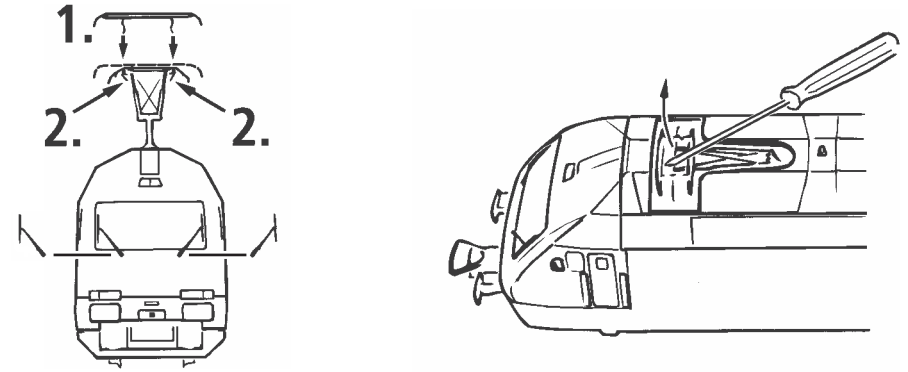
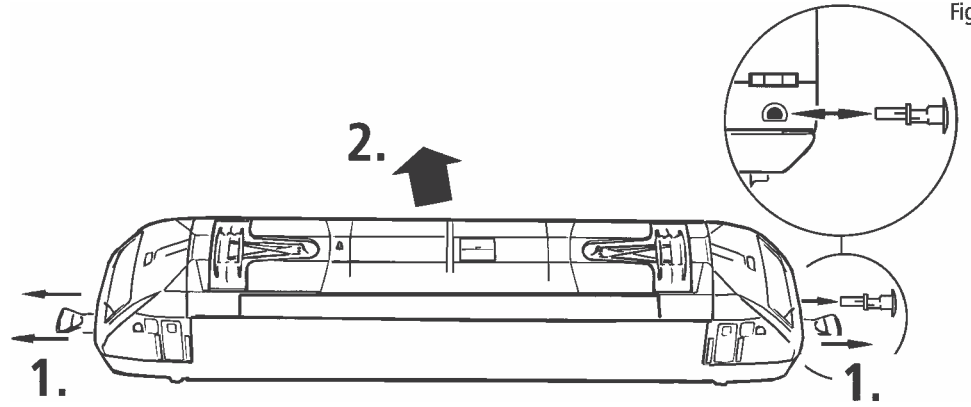

Fig. 3
Fig. 4
Mehrzugbetrieb: Zuerst Lokgehäuse abnehmen (Fig. 3). Danach den Brückenstecker aus der Schnittstelle entfernen (diesen sorgsam aufbewahren). Danach den Stecker des Steuerbausteins lagerichtig einsetzen (siehe Fig. 4).
2. Schmierung: Versehen Sie die im Schmierplan in Fig. 8 gekennzeichneten Stellen mit nur **kleinen Öltropfen**. Dazu zuerst das Lokgehäuse abnehmen (Fig. 3). Wir empfehlen den ROCO **Öler Art.-Nr. 10906**. Fürs Schmieren der Getriebeteile (Zahnräder, Schnecke) empfehlen wir das **ROCO-Spezialfett Art.-Nr. 10905**. Im Falle der Schmierung diese Teile **nicht ölen**.
4. Kohlebürstenwechsel: Lokgehäuse abnehmen (Fig. 3). Danach wird der Motor ausgebaut und die Kohlebürsten ausgewechselt (Fig. 7).
Finally put the plug of the chip into the interface as shown in fig. 4.
2. Lubrication: Apply **tiny oil drops** to spots marked in fig. 8. Prior to lubrication dismantle locomotive (fig. 3). We recommend using item no. **10906, ROCO oiler**. For lubrication the gearparts (e.g. cogwheels, worm) we would recommend our ROCO **special grease** (item no. **10905**).
4. Carbon Brush Changing: First remove loco body (fig. 3), and then the motor (fig. 7).
Drift av flere tog: Fjern bropluggen fra grensesnittet (ta godt vare på). Sett til slutt inn pluggen for kontrollenheten i riktig posisjon (fig. 4).
1. Renhold av hjulstrømkontaktene: Hjulstrømkontakter kan lett bli tilsmusset på urene skinner. Fjern smuss fra punktene som er avmerket i fig. 9 forsiktig med en liten pensel. Fjern først lokomotivhuset for å gjøre dette (fig. 3).
2. Smøring: Tilsett kun små oljedråper til punktene som er avmerket i fig. 8. Fjern først lokomotivhuset for å gjøre dette (fig. 3). Vi anbefaler Roco olje art.nr. 10906. For å smøre gridelene (tannhjul, skruedrev) anbefaler vi Roco spesialfett art.nr. 10905. Ikke smør disse delene med olje.
4. Bytte kullbørste: Ta av lokomotivhuset (fig.3). Deretter tas motoren ut og kullbørsten skiftes ut (fig. 7).
1. siehe } Fig.3
2. siehe se see } Fig. 3 !